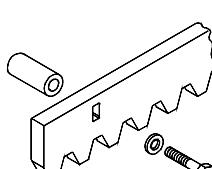

Fig.12
5.4.2. Cremagliera di acciaio ad avvitare (Fig. 12)